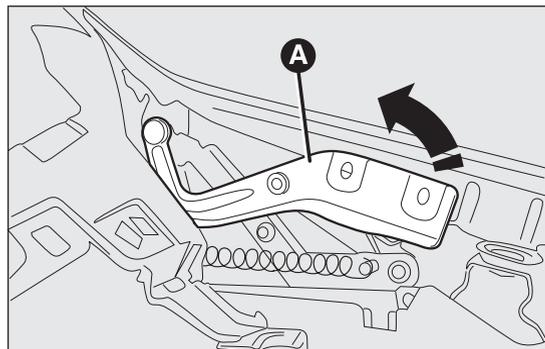

fig. 90
- sollevare verso l'alto la leva di sostegno cofano motore A fig. 90 ed accompagnarla fino ad avvertire lo scatto di avvenuto bloccaggio;